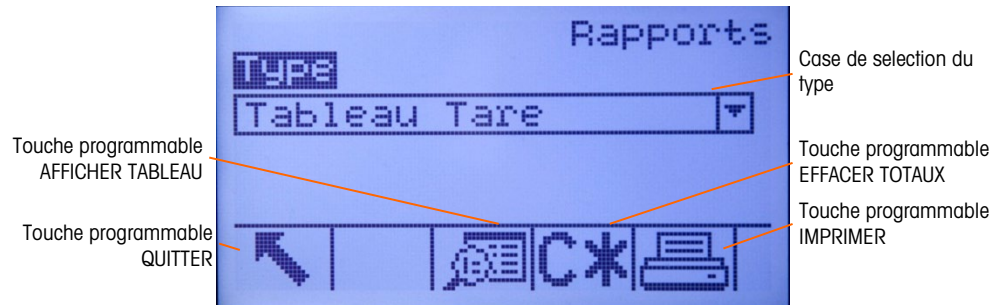

Figure 2-21 : Écran Rapports
1. Appuyez sur la touche programmable RAPPORTS . L'écran Rapports s'affiche (voir la Figure 2-21).